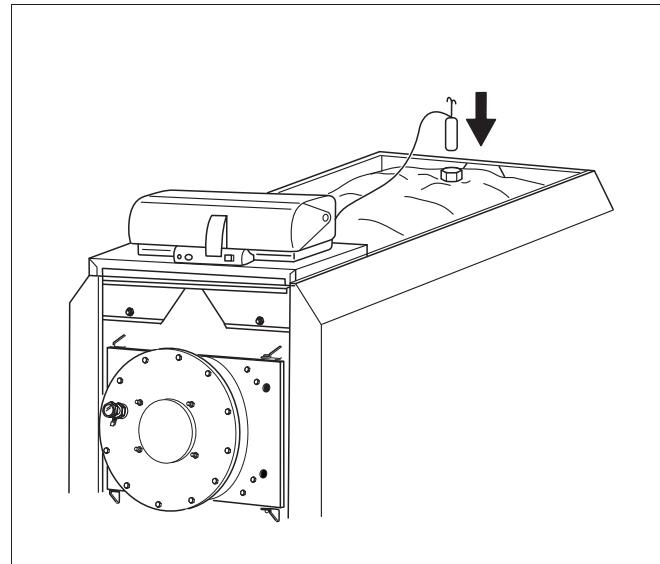

Рис.28 Прокладка датчиков к погружной гильзе
- ▶ Проложите капиллярные трубы с датчиком к погружной гильзе (рис. 28).
- ▶ Вставьте датчики до упора в погружную гильзу (место измерения M, → стр. 9 рис. 3) (рис. 28).